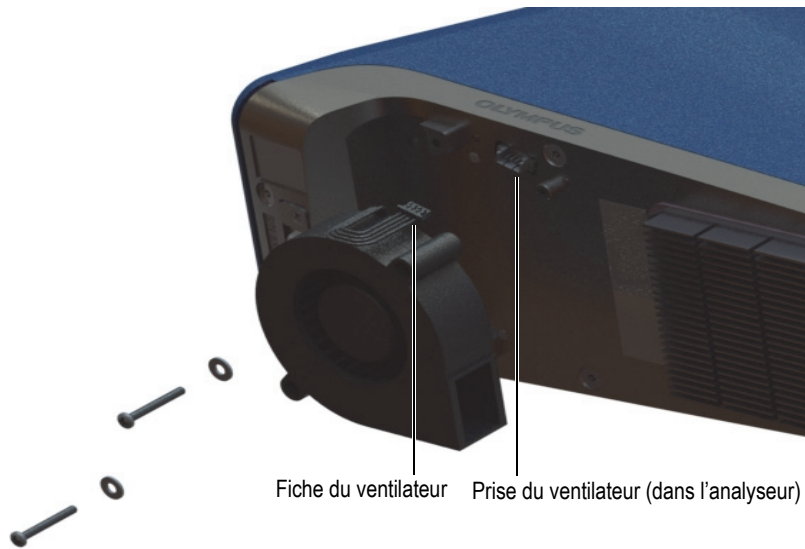

Figure 4-5 Installation du ventilateur
4. Aligned ensemble la fiche du ventilateur et la prise du ventilateur (située dans l'analyseur) et connectez-les fermement (voir Figure 4-5 à la page 99).